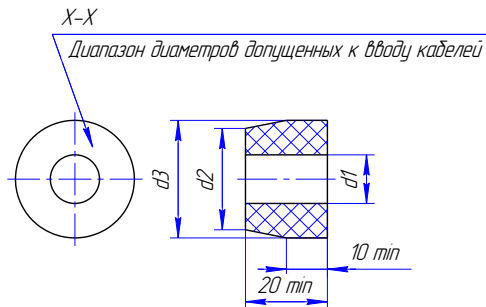

Рисунок 4. Чертеж средств взрывозащиты (продолжение). Кабельный ввод.
- кабельные вводы (см. рисунок 4) выполнены в соответствии с требованиями ГОСТ 31610.0, ГОСТ IEC 60079-1. Клапан должен применяться с кабельными вводами завода изготовителя или с другими кабельными вводами, которые обеспечивают защиту вида взрывонепроницаемая оболочка "d" уровень взрывозащиты 1, подгруппу IIC и степень защиты оболочки не ниже IP66. Кабельные вводы должны иметь температурный диапазон от минус 50 до плюс 60°C для обычного исполнения привода и от минус 60 до плюс 60°C для привода исполнения ХЛ;